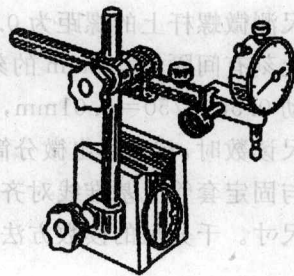

图 1-12 百分表架
1. 百分表使用时应装在专用的百分表架上,如图 1-12 所示。